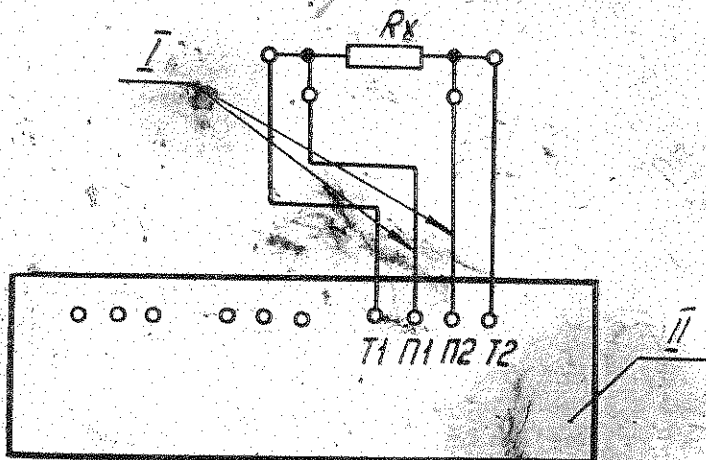

Рис. 11.
7. 9. 3. Подключите измеряемое сопротивление к зажимам «Г1», «П1», «П2», «Г2» (рис. 11); при измерении сопротивлений образцовой катушки к зажимам «П1», «П2» подключите выводы «П1», «П2».